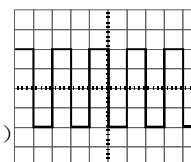

图4-3
- 将AC - GND - DC 开关设置在AC 状态。一个如图4-3所示的方波将会出现在屏幕上。